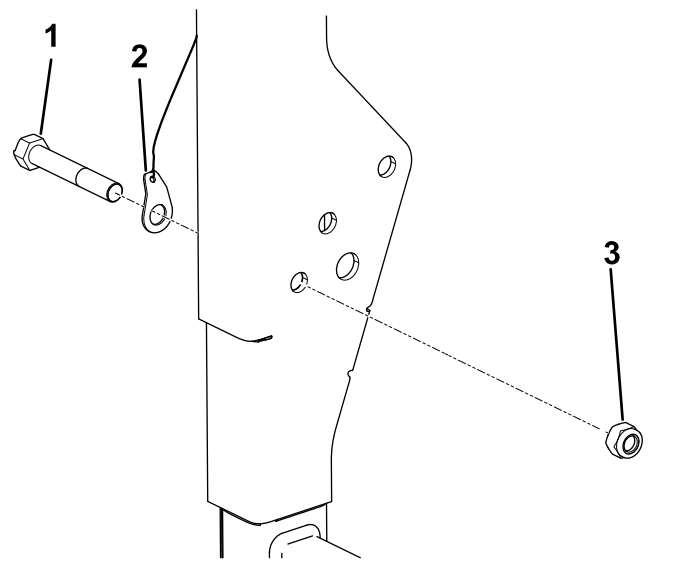

Figure 8
3. Déplacez le tablier vers le haut et l'avant pour le déposer de la machine (Figure 8).
2. Du même côté du système ROPS que celui sur lequel vous prévoyez de monter le kit, retirez l'écrou et le boulon du ROPS, et mettez-les au rebut ; voir Figure 8.